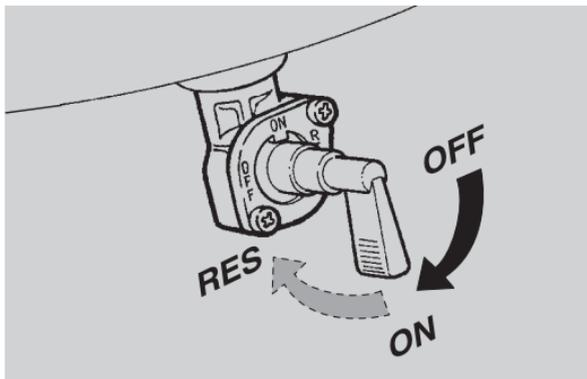

Abb. 22
– den Kraftstoffhahn auf Stellung "ON" drehen (Abb. 22);